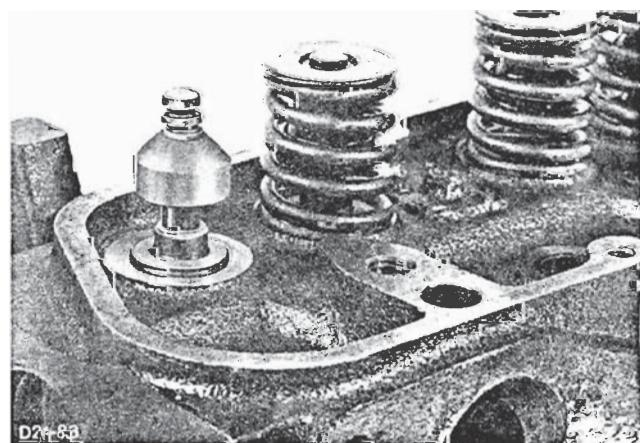

Fig. 78 - Ventilstammepakdåse på ventilstamme.
5. Smør ventilerne og ventilstyrrene. Monter ventilerne. Skub ventilstammepakdåserne op på ventilstammerne, Fig. 78.